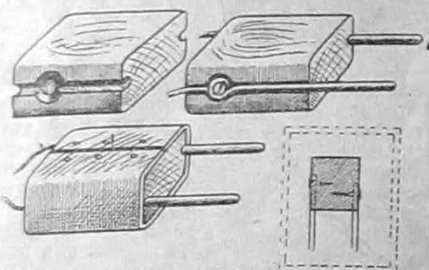

Рис. 2.
2. (Рис. 2). Стержни помещаются в соответствующие им углубления в бруске, после чего последний обтягивается полоской картона.
В случае изготовления вилок малого формата, один из стержней делается короче другого и укрепляется он, как показано на рис. 2 в правом нижнем углу.